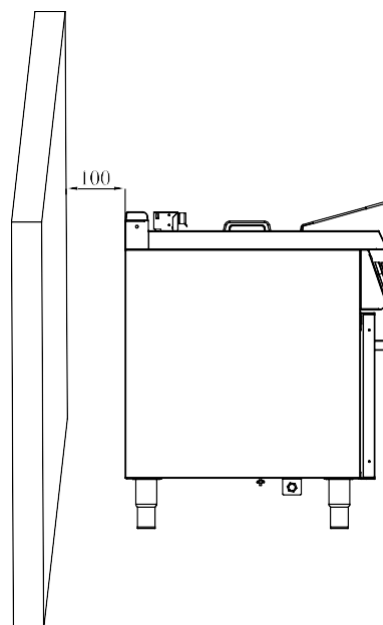

Figura 2
- Posizionare il dispositivo in un luogo a almeno 10 cm di distanza dalla parete laterale o posteriore per evitare eccessivi aumenti di temperatura. (Figura 2)